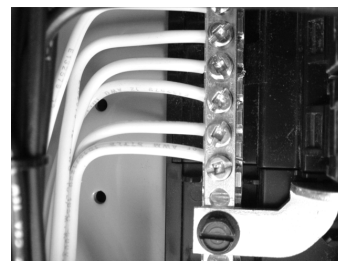

Figure 4
2. Dénuder environ 5/8" de l'extrémité du fil blanc. Localisez la barre neutre, puis desserrez partiellement une borne à vis sur la barre. Insérez l'extrémité dénudée du fil dans le côté de la barre sous la vis et resserrez la vis. (Figure 4)